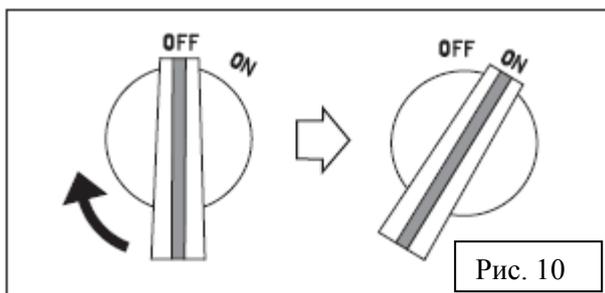

Рис. 10
5. Поверните выключатель двигателя в положение «ON» (ВКЛ.) (см. рис. 10).